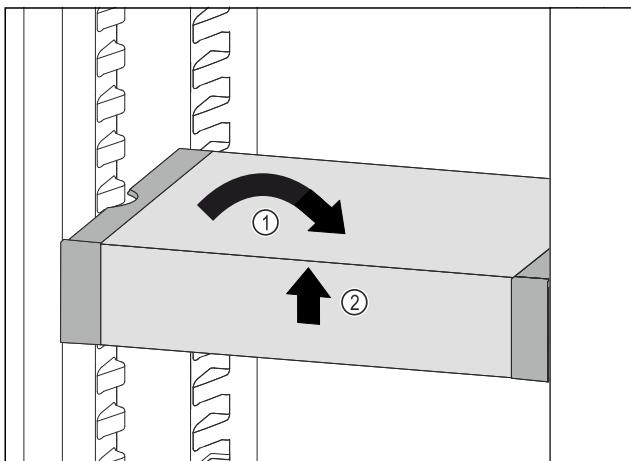

Fig. 84
- Изправете VarioSafe. Fig. 84 (1)
- Повдигнете VarioSafe отпред. Fig. 84 (2)